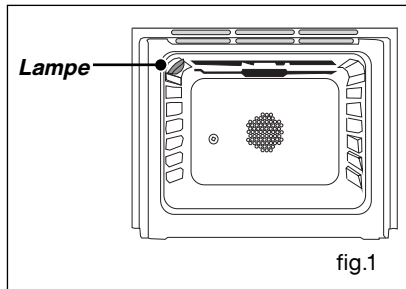

fig.1
**A l'intérieur du four (fig.1).**
Les éventuelles interventions sur votre appareil doivent être effectuées par un professionnel qualifié dépositaire de la marque. Lors de votre appel, mentionnez la référence complète de votre appareil (modèle, type, numéro de série). Ces renseignements figurent sur la plaque signalétique (fig.1).